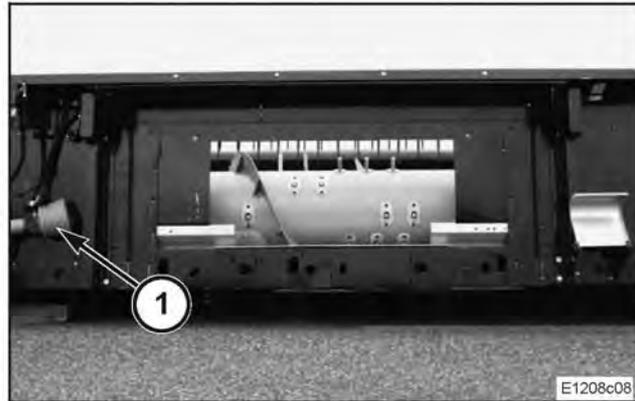

FIG. 228
FIG. 228: colocar el cabezal sobre una superficie nivelada. Retirar la línea de transmisión (1) de su posición de guardado y colocarla sobre el eje de dirección.